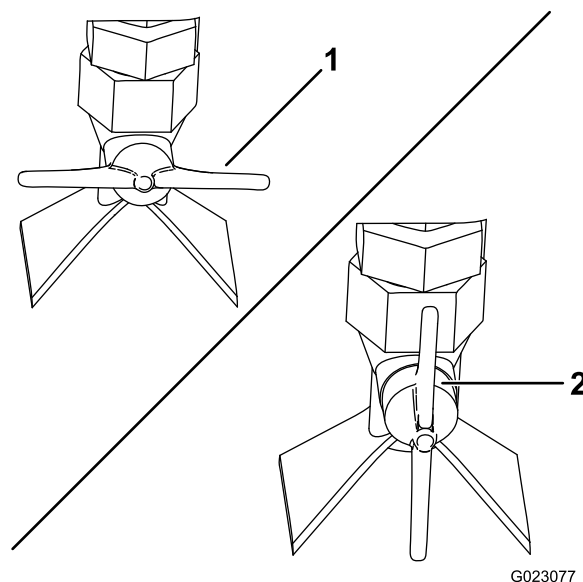

Рисунок 91
- Для получения струи в виде веера поверните клапан распылителя сбоку на сопле в горизонтальное положение (Рисунок 91).
- Для получения струи в виде потока поверните клапан распылителя сбоку на сопле в вертикальное положение (Рисунок 91).